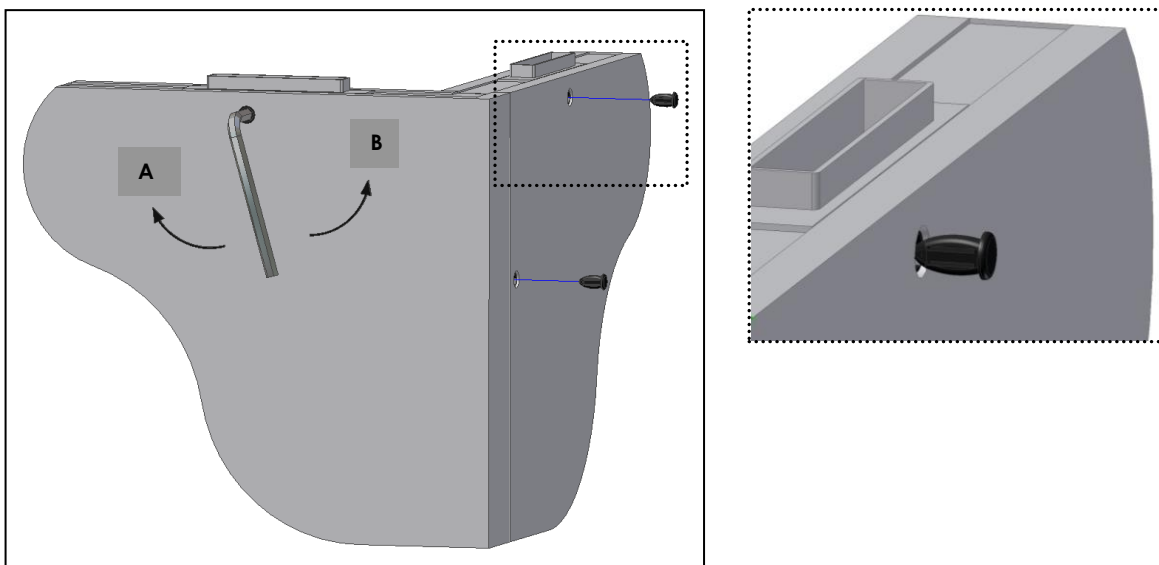

Fig. 10
- Girar la llave en el sentido de las agujas del reloj hasta apretar (Fig.10 – Posición **A**).
- Girar la llave en el sentido contrario a las agujas del reloj hasta apretar (Fig.10 – Posición **B**).
- Después de apretar, colocar **los tapones** en las perforaciones (Fig. 10).